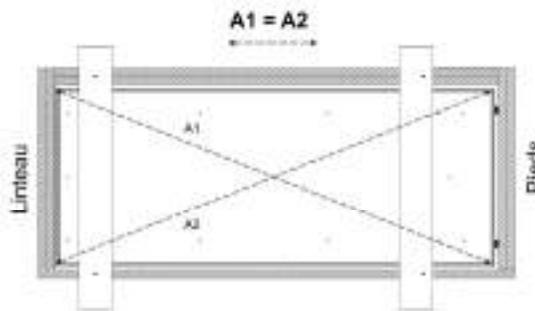

FIGURE 13 : MISE À L'ÉQUERRE DE L'ÉCHELLE DE GRENIER
K. Avant de poursuivre, l'Installateur #1 doit mesurer les diagonales du cadre en aluminium pour s'assurer que l'échelle de grenier est d'équerre. Les mesures diagonales A1 et A2 doivent correspondre à 1/8 po près. Consultez la **Figure 13**. Si ce n'est pas le cas, la porte de votre échelle de grenier risque de ne pas bien fermer. Si les mesures ne correspondent pas, ajustez l'échelle de grenier en déplaçant latéralement l'extrémité des pieds. Vous devrez peut-être ajuster les cales. Veillez à ce que l'extrémité du linteau / de la charnière reste centrée dans l'ouverture lorsque vous ajustez l'échelle de grenier pour qu'elle soit d'équerre. Utiliser des cales au besoin.